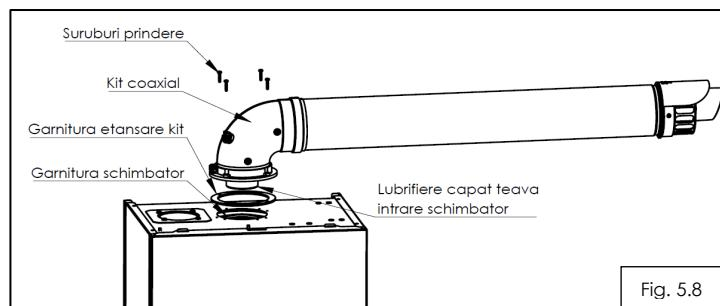

Fig. 5.8
Pentru instalarea facilă a kitului este necesar lubrificarea capatului cotului (4) la partea de intrare în centrală, utilizând numai apă sau sapun comercial comercial standard. Lubrificarea este necesară pentru a nu deplasa garnitura de evacuare de pe schimbatorul principal de caldura (fig. 5.8).